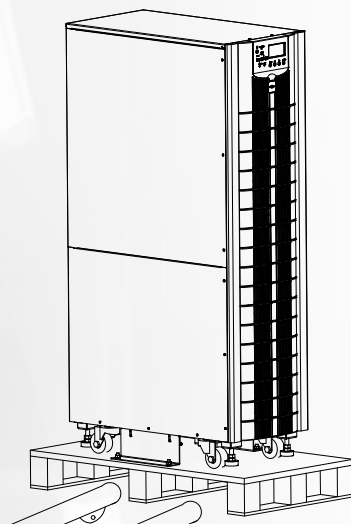

Рис. 2-4 Удаление защитного пеноматериала
4. Уберите защитный пеноматериал вокруг шкафа, как показано на рис. 2-4.